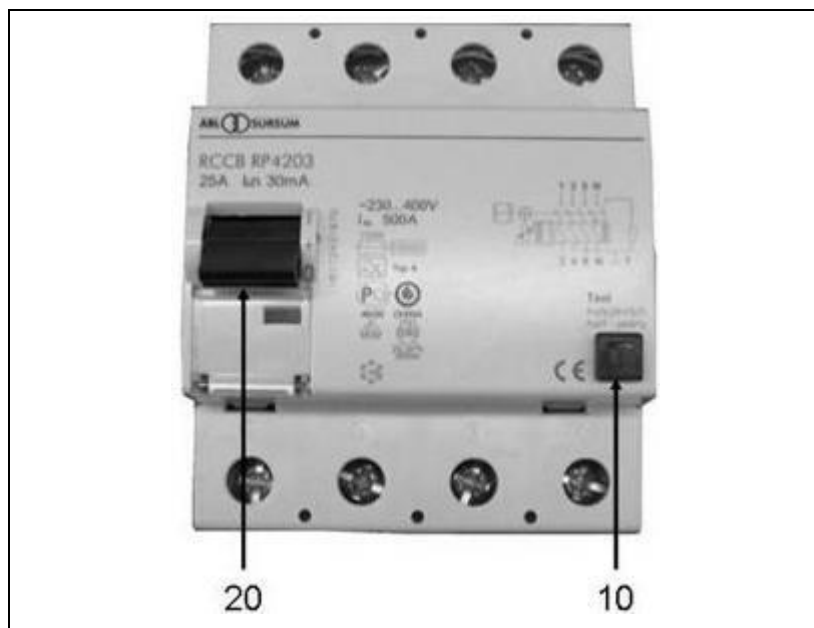

Abb. 4-8: FI-Schutzschalter
3. Zusätzlich ist durch den Benutzer arbeitstäglich durch Betätigen der Prüftaste (siehe unten Abb. 4-8-(10)) der Fehlerstrom-Schutzeinrichtung (RCD) die mechanische Funktion der Auslösung zu prüfen.
2. Schutzschalter (siehe Abb. 4-8-(20)) in Pos-1 bringen.
3. Testschalter (siehe Abb. 4-8-(10)) betätigen.
- ✓ Die Position des Schalters (siehe Abb. 4-8-(20)) zeigt das Ergebnis an: